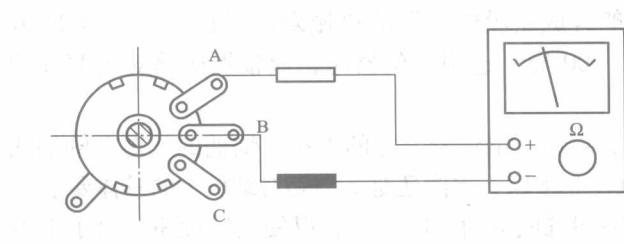

图 1-5 电位器接触情况的测量
(3) 电位器接触情况的测量。测量方法如图 1-5 所示。将万用表置于欧姆挡并选好测量量程，然后将万用表的一支表笔接电位器的 B 端，另一支表笔接 A、C 两端中的任一端，同时旋动电位器轴柄，此时万用表的指针应随着慢慢偏转。当轴柄旋至极端位置时，电位器的阻值应为标称阻值